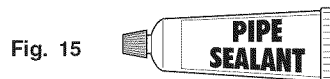

Fig. 15
- Compuesto sellador de juntas resistente al gas G.L.P./ Propano (Fig. 15).